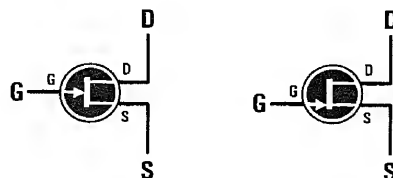

Fig.3 Se la linea del Gate è posta al centro, il Source ed i Drain si potrebbero anche invertire, ma in pratica è meglio non farlo.
**Nota:** Vi sono molti fet in cui è possibile utilizzare indifferentemente il Source come Drain o viceversa (vedi fig.3).